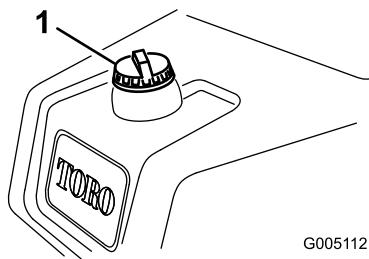

図 29
- 燃料キャップ（図 29）の周囲をきれいに拭いてキャップ外す。